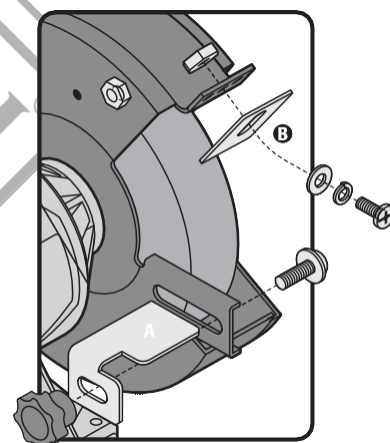

Fig. 1
- L'outil comprend des accessoires pour les deux roues (gauche et droite). La figure 1 montre la manière correcte de monter le côté droit de l'outil. Répétez la même procédure pour monter la roue du côté gauche.
- Les vis plus petites et les kits de rondelles sont nécessaires pour fixer les protections du pare-étincelles (B).
- Pour ajuster les protections oculaires (C) dans leurs tiges de montage, desserrez et serrez les vis hexagonales (D). Desserrez suffisamment pour pouvoir ajuster facilement les protections oculaires avec votre main, mais pas trop pour qu'elles restent en place. Placez toujours la protection oculaire entre vos yeux et la meule.